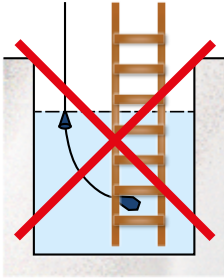

Imagen 4. Nótese que el flotador debe poder moverse libremente.
- El punto de instalación debe elegirse de manera que el interruptor flotador no pueda quedar atrapado debajo o encima de una superficie o enredado con otras estructuras (imagen 4 en la página adyacente).